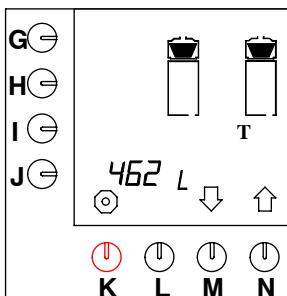

Fig. 19 Contador total do sistema de preparação de café
- O contador total aparecerá no visor. Consulte a fig. 19 . O número total de litros de café preparado durante a vida útil da máquina poderá ser lido no visor.